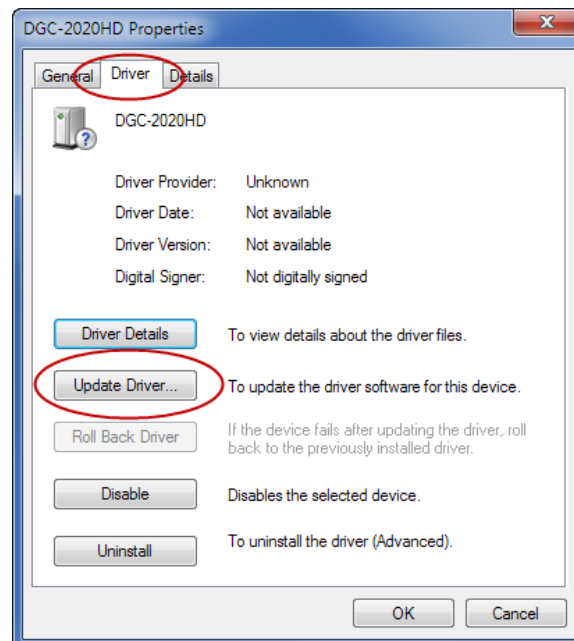

Abbildung 8-3. DGC-2020HD Eigenschaften
Schritt 3. Wählen Sie im Eigenschaftsfenster das Register Treiber und klicken Sie auf Treiber aktualisieren. Siehe Abbildung 8-3.